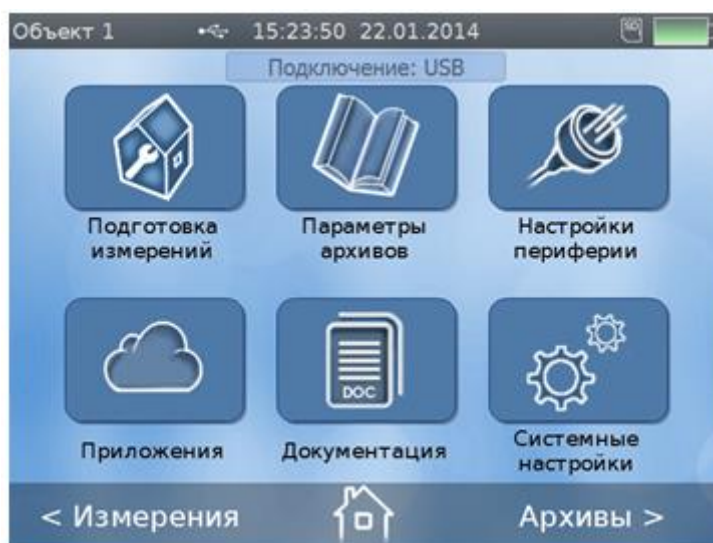
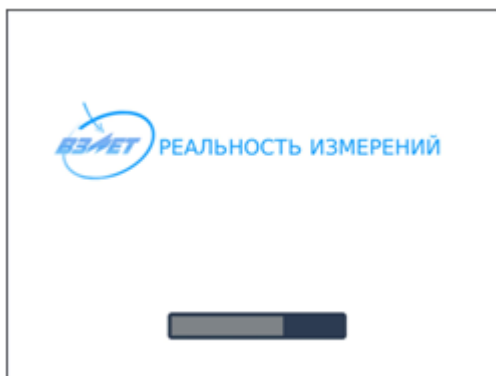

Рис.4. Основное меню расходомера.
Рис.12. Заставка на дисплее в режиме самотестирования.
3.1.1. Для управления расходомером с клавиатуры используется многоуровневая система меню, состоящая из основного меню (рис.4), подменю, команд и параметров, наименования которых сгруппированы в списки.
- 3.3.1. Для ввода цифровых или списочных параметров возможно использование функции «in-touch» дисплея. Для входа в какое-либо подменю из основного меню достаточно прикоснуться пальцем к соответствующей иконке на дисплее (см. рис.4).
- 4.1. Для включения расходомера необходимо нажать и несколько секунд удерживать кнопку . Прибор входит в режим самотестирования, на дисплее индицируется заставка (см. рис.12). По окончании самотестирования на дисплей выводится основное меню (см.рис.4).